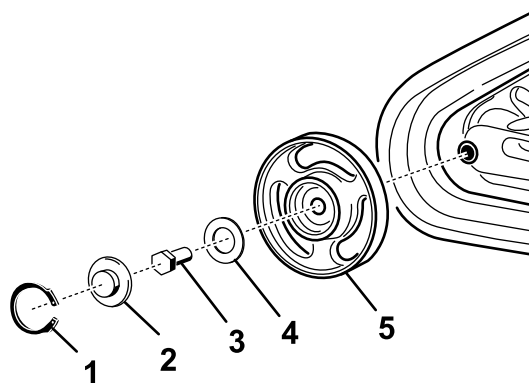

Figura 58
**Nota:** Pode ser preciso retirar a roda de estrada dianteira exterior. Para a retirar, retire o anel de retenção e a tampa do centro da roda de estrada (Figura 58). A seguir, retire o parafuso e a junta do centro da roda e retire a roda da máquina.